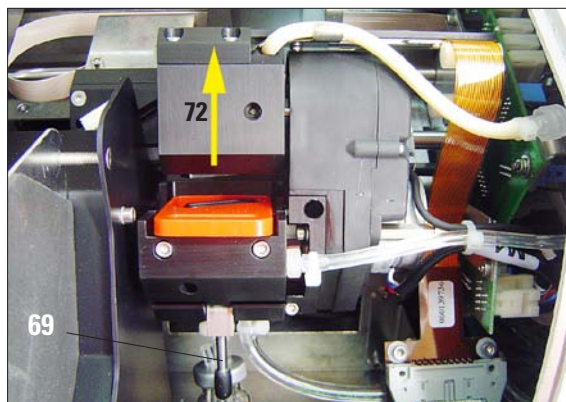

図 63
- 印字ヘッド (72) が上方に、シールリップから約 1 cm (インチ) 離れた位置まで移動します (図 63)。
- 小型レバー (69、図 63) を印字ヘッドの下まで押し上げます。